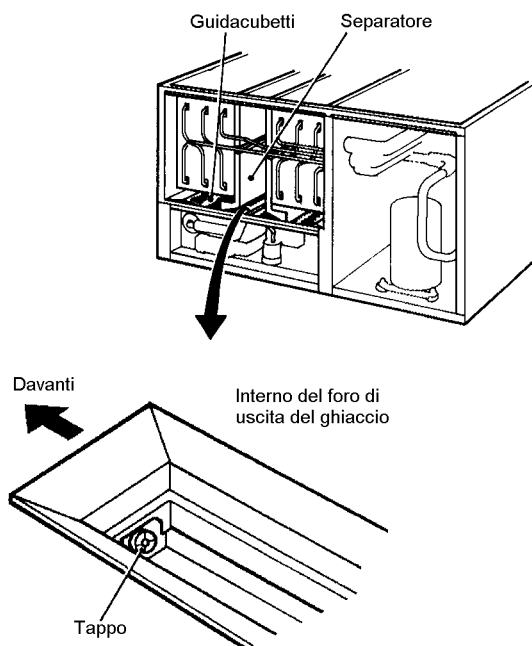

Fig. 12
- 8) Togliere il pannello isolante ed il tappo montato sulla parte anteriore del foro di uscita del ghiaccio, in basso. Scaricare il serbatoio dell'acqua (v. Fig. 12) per eliminare eventuali residui.